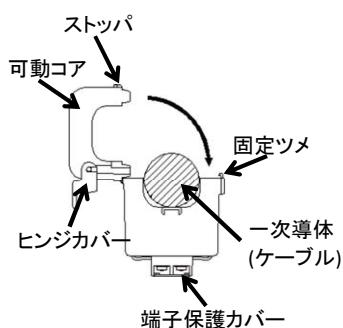

図1
- 1)可動コアの固定つめを押し、噛み合わせをはずして可動コアを開いてください(図1)。この時、ヒンジカバーは自動的に開きます。電流センサの取付け方向(図3の電源側、負荷側)を間違えないようK、Lの記号を確認して、ケーブルを下からくぐらせます。
- ・可動コアを稼動方向(図1記載)以外の方向に曲げないで下さい。電流センサが破損する可能性があります。